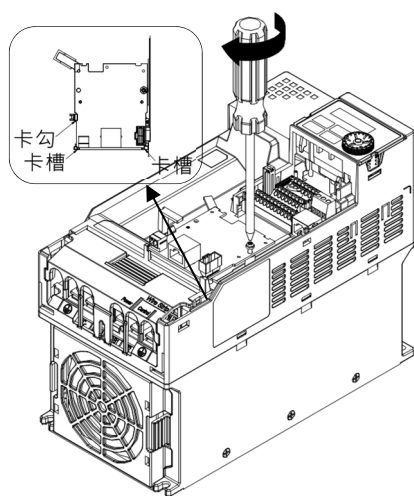

图 8-35
4. 确认卡勾已确实卡住配件卡后，锁上螺丝 (螺丝扭力建议值：4~6 kg-cm / (3.5~5.2 lb-in.) / (0.39~0.59 Nm))，如图 8-35 所示。